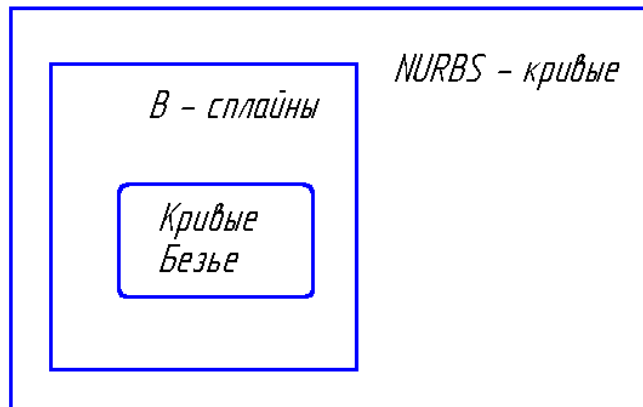

Рис. 9.2.
- NURBS-модели обеспечивают лучшее качество визуализации закругленных краев объектов благодаря разбиению на грани, выполняемому с использованием аналитических выражений. Например, обводы корпуса автомобиля моделируются с использованием NURBS-сплайнов. Соотношение между сплайнами различных типов качественно иллюстрируется рис. 9.2.